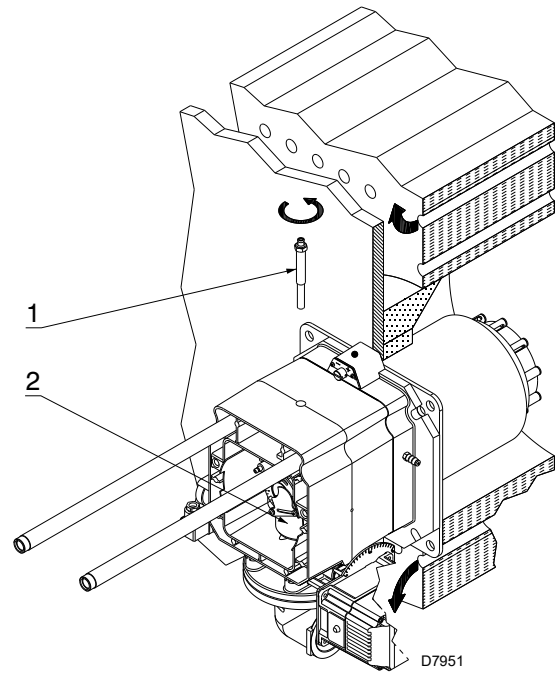

Fig. 14
- quitar el tornillo 1)(Fig. 14)
- extraer la parte interior 2)(Fig. 14) del cabezal y proceder a su calibración.
En este punto de la instalación el cabezal de combustión se fija a la caldera como en la Fig. 14.